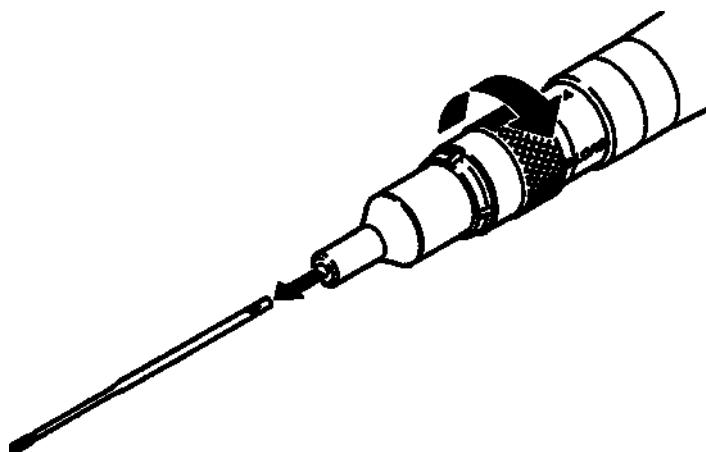

Рис. 4 – Извлечение режущего аксессуара
1. Поверните кольцо блокировки в разблокирующее положение LOAD (Рис. 4).